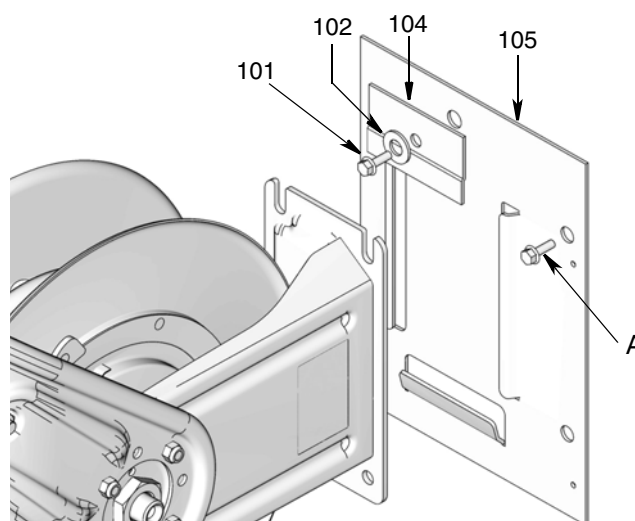

FIG. 5
**NOTA:** Para instalaciones en pared y techo, el usuario debe suministrar cuatro pernos de montaje y cuatro arandelas (A) (FIG. 5) que sean lo suficientemente fuertes para soportar el peso del carrete de cable, del cable y de los accesorios. Consulte los Datos técnicos en la página 26 para obtener información sobre los pesos de carretes de cable sin accesorios.
3. Use la base del carrete (FIG. 5 - 105) para determinar la posición de los agujeros de montaje antes de perforar.
**NOTA:** Para que la instalación sea más sencilla, monte la placa base (105) primero a la pared (FIG. 5).
4. Perfore orificios de montaje. La placa base de montaje (105) a la pared usa 4 pernos de montaje suministrados por el usuario (A) que son lo suficientemente fuertes como para soportar el peso del carrete del cable, del cable y de los accesorios. Apriete bien las conexiones.
5. Deslice el carrete de cable en la placa base (105) e instale la placa de sujeción (104), la arandela (102) y el perno (101). Apriete el tornillo firmemente (FIG. 5).